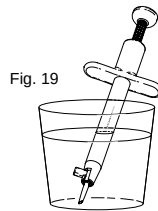

Fig. 19
4. El inyector totalmente ensamblado se coloca con la punta hacia abajo en un recipiente con solución salina equilibrada para mantener la hidratación de la lente. (Fig. 19)